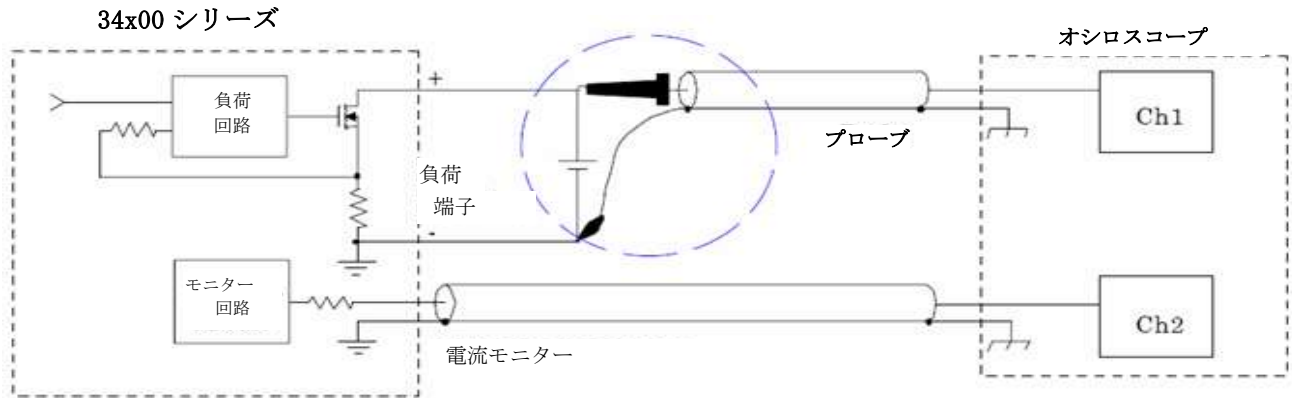

図 3-5:オシロスコープ(プローブ)の正しい接続
- 本製品をオシロスコープへ接続する際、オシロスコープのプロブの接続極性が図 3-5 に示す通りとなるようご注意ください。